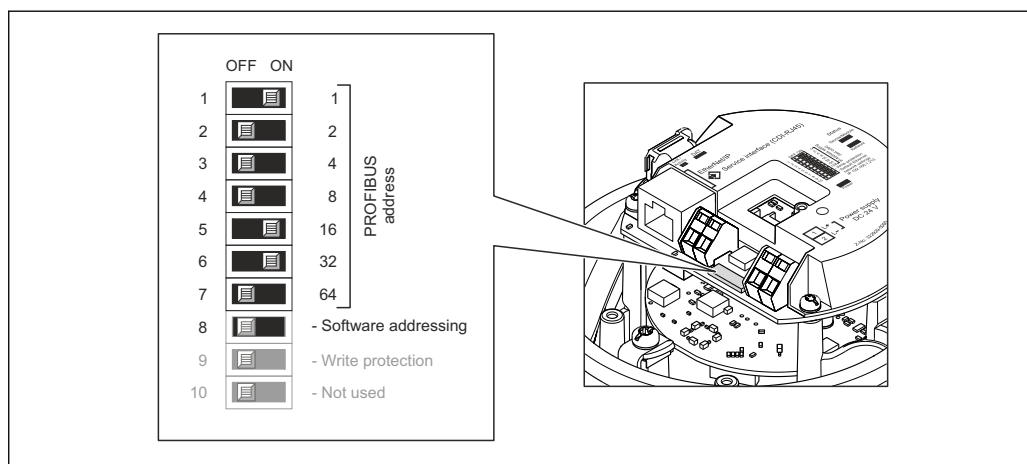

Fig. 12 Indirizzamento mediante DIP switch sul modulo dell'elettronica I/O
- ↳ Esempio → Fig. 12, Fig. 35: $1 + 16 + 32 =$ indirizzo del dispositivo 49